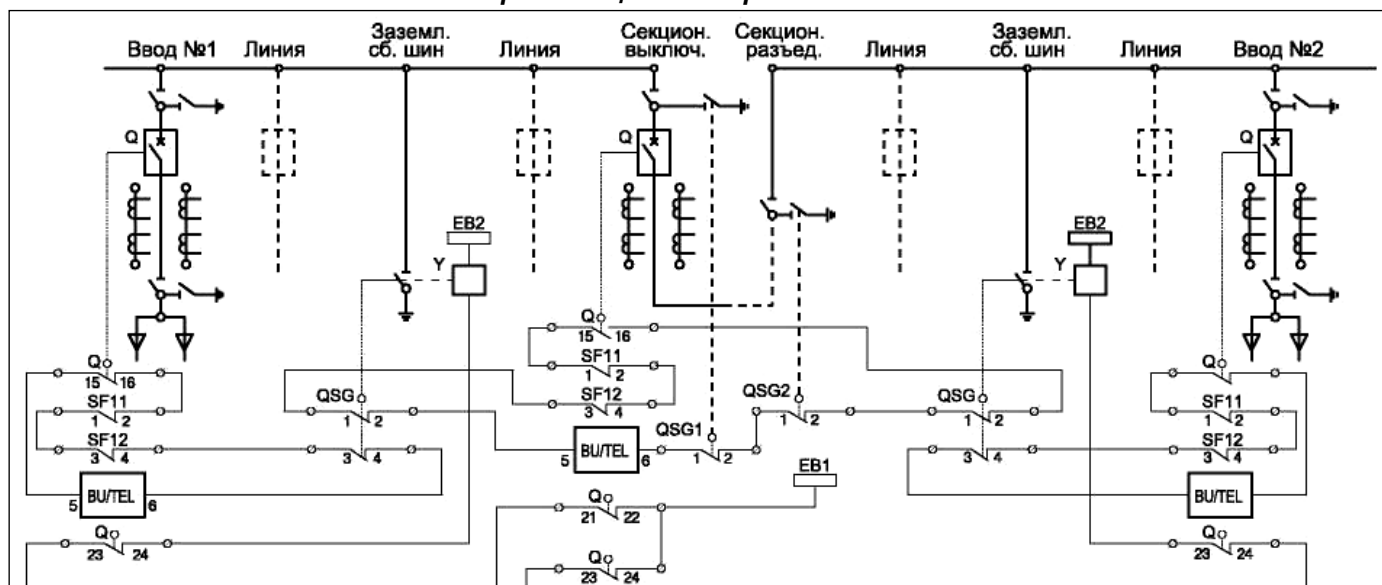

**Рис.1.2.7 Система блокировок камеры КСО**
11.1. Во избежание ошибочных действий при обслуживании и ремонте в камерах выполнены следующие блокировки (рис. 1.2.7):